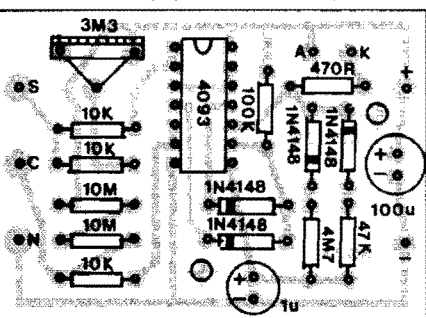

Fig. 3
- FIG. 3 - "CHAPEADO" DA MONTAGEM - Assim como ocorre na fig. anterior, a placa é vista em tamanho natural (escala 1:1), porém agora "olhada pelo outro lado" (não cobreado), já com a estilização de todos os componentes (menos LED, alimentação e agulhas sensoras...) com seus valores, códigos, polaridades e parâmetros claramente indicados, de modo que mesmo um montador principiante não encontrará dificuldades em posicio-